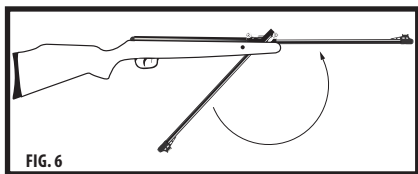

FIG. 6
- Coloque o cano de volta na posição original empurrando-o até travar (Fig. 6).